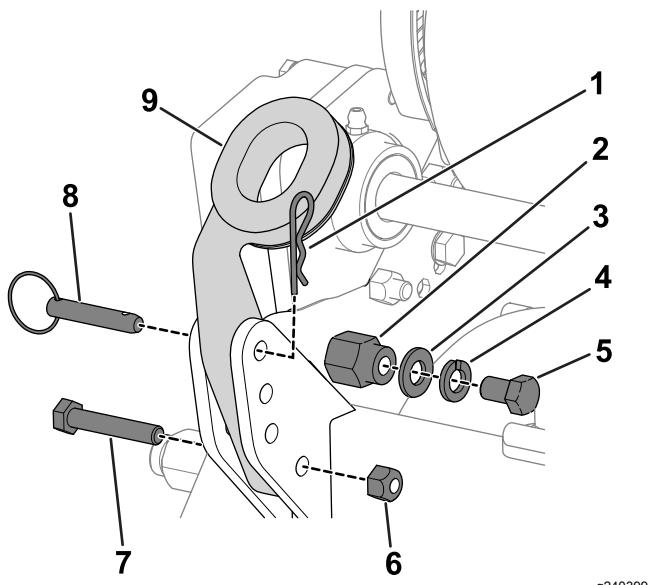

Figure 3
1. Enlevez les boulons (5/16"), les contre-écrous, les goupilles à anneau et les goupilles fendues qui fixent le bas des bras du guidon de chaque côté de la machine (Figure 3).
2. Retirez les boulons (5/16"), les rondelles et les rondelles frein des goupilles de montage de chaque côté de la machine (Figure 3).
3. Insérez les extrémités du guidon dans les trous des bras du guidon et placez les trous en face des goupilles de montage (Figure 3).
6. Utilisez les boulons (5/16"), les contre-écrous, les goupilles fendues et les goupilles à anneau que vous avez retirés précédemment pour fixer les bras du guidon à l'arrière du cadre (Figure 3).